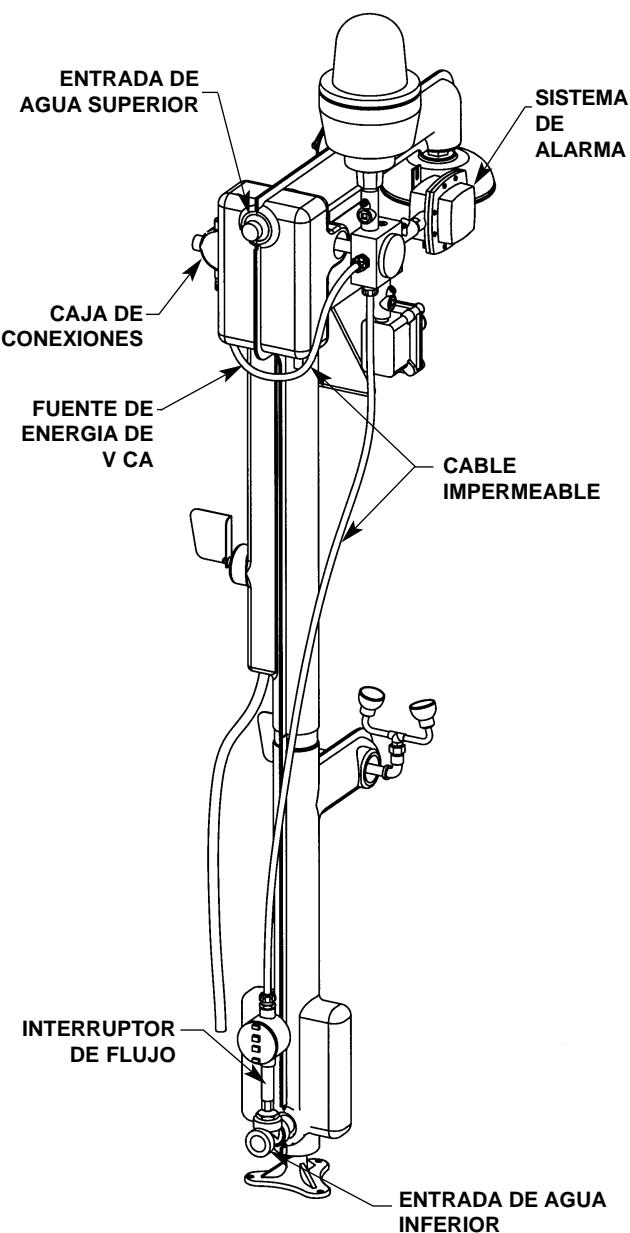
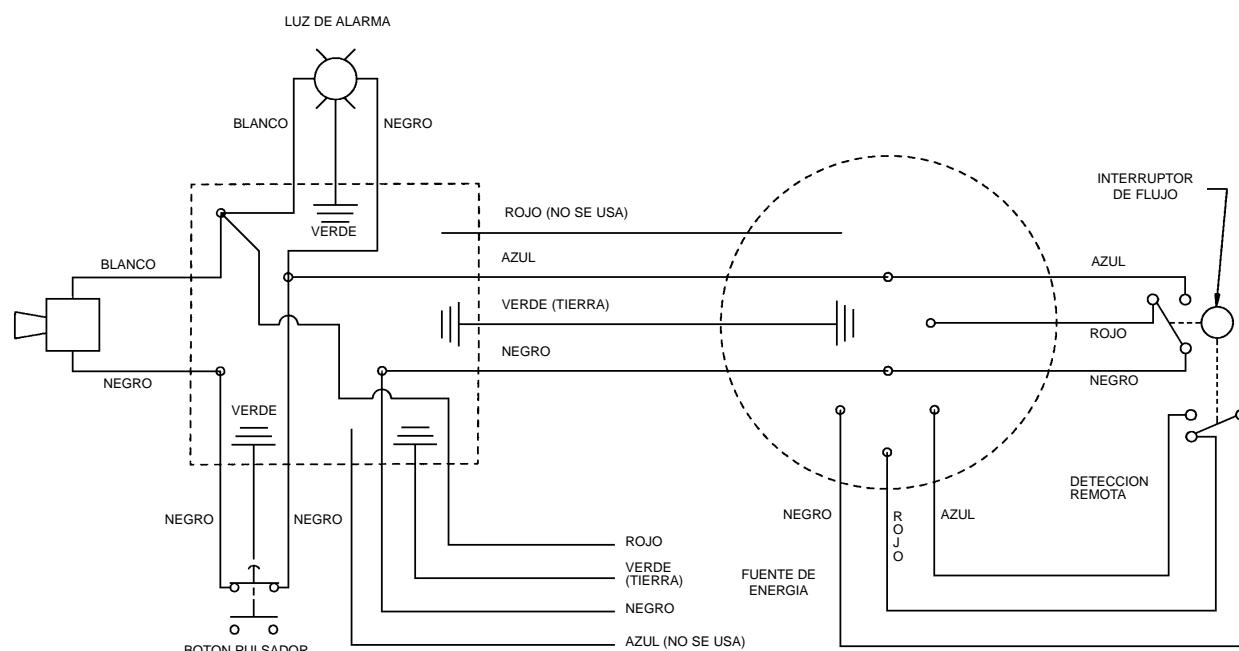

Figura 1
Figura 2
*NOTA: Debido a que el interruptor de flujo se va a instalar a la alarma a través de un cable impermeable de 2,1 m (7 pies) de largo, el instalador debe mantener en mente la ubicación donde se va a montar la alarma al seleccionar el lugar para el interruptor de flujo (consulte la Figura 1).*
1. Escoja un lugar para montar el interruptor de flujo en un tramo horizontal de la línea de suministro de agua. La entrada y la salida del interruptor de flujo deben estar a un mínimo de 15 cm (6 pulgadas) de cualquier T o codo en la línea de suministro de agua (consulte la Figura 1).
- Se puede instalar la alarma directamente a la tubería de la ducha de alto flujo usando la tornillería de montaje suministrada (consulte la Figura 1 en la página 16).
1. Conecte el interruptor de flujo a la alarma instalando un conector de conducto a un extremo del cable impermeable de 2,1 m (7 pies) y a la caja de conexiones del interruptor de flujo (consulte la Figura 1 en la página 16 y la Figura 2 a continuación).